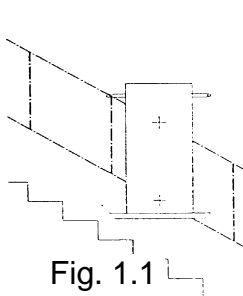

Fig. 1.1
3. Tournez le volant de manœuvre tout en maintenant le levier de frein enfoncé. Le sens de rotation est indiqué sur le volant. Tournez toujours dans la direction du point à atteindre le plus proche. Tournez le volant jusqu'à ce que la plate-forme se trouve à une estrade ou dans une portion d'escalier droite (pas dans un virage) (Fig. 1.1) ;